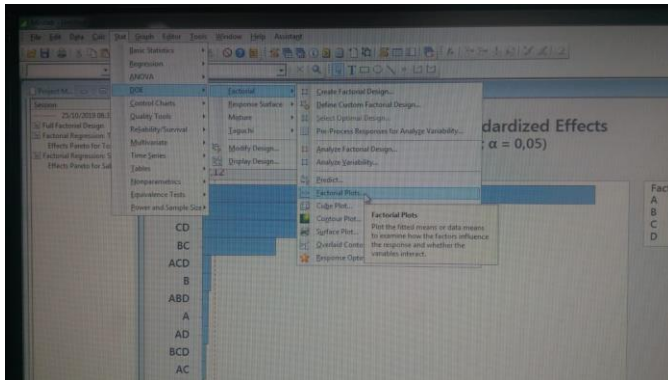

Figura 8 – Path para visualizar resultados em “Factorial Plots...”.
- 8- O Programa já fez os cálculos e agora vamos visualizar os resultados das análises. Selecionar “Factorial Plots...” conforme Path da Figura 8 abaixo.